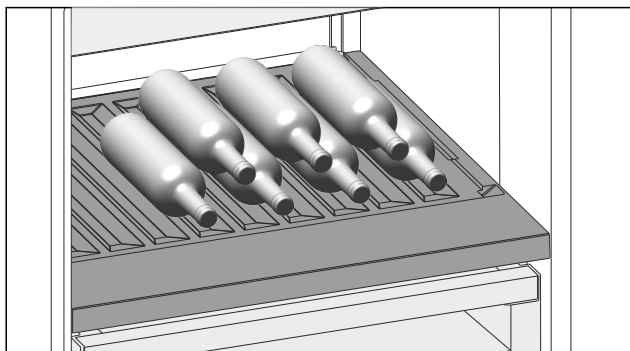

Fig. 110
- Láhve ukládejte dnem dozadu k zadní stěně. (viz Fig. 110)